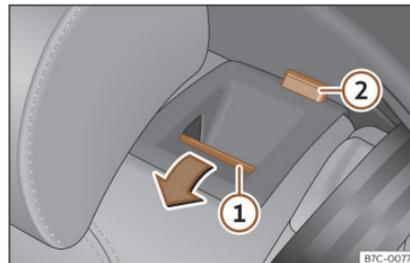

Fig. 75 Asiento trasero: abatir el respaldo.
- Pulse la tecla de desbloqueo »» fig. 75 ① hacia delante y, al mismo tiempo, abata el respaldo. El respaldo trasero está desbloqueado cuando se ve una marca roja en la tecla ②.